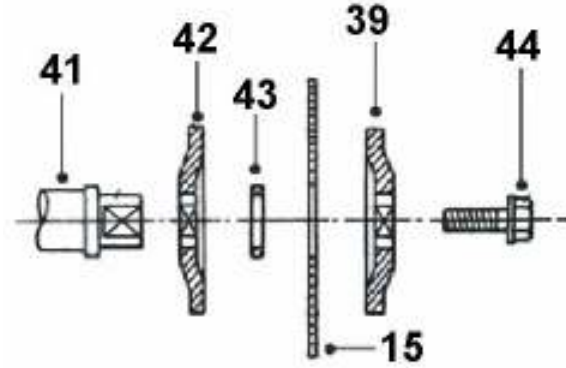

Рис. 4
3. Пильный диск плохо закреплён	3. Затянуть болт (44), Рис.4, после установки пильного диска
По часовой стрелке выкрутите болт (44), Рис.4. Снимите наружный фланец (39) и пыльный диск (15), Рис.4.
Установите пыльный диск (15) в соответствии с последовательностью, указанной на Рис.4 так, чтобы зубья пыльного диска (15) были направлены вниз в передней части пилы, Рис.2. На шпindel (41) установите внутренний фланец (42), переходное кольцо (43) и пыльный диск (15) с соответствующим посадочным диаметром. Установите наружный фланец (39).